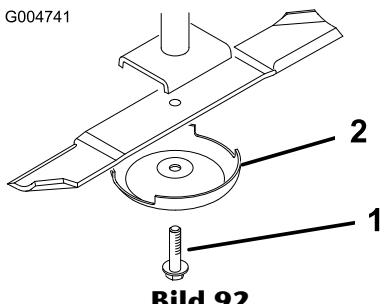

Bild 92
2. Halten Sie das Ende des Messers mit einem stark wattierten Handschuh oder wickeln Sie einen Lappen um es herum. Entfernen Sie die Messerschraube, die Antiskalpiercuppe und das Messer von der Spindelwelle (Bild 92).